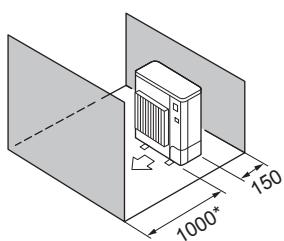

Fig. 2-11
⑤ Yalnızca öndeki ve arkadaki engeller (Fig. 2-11)